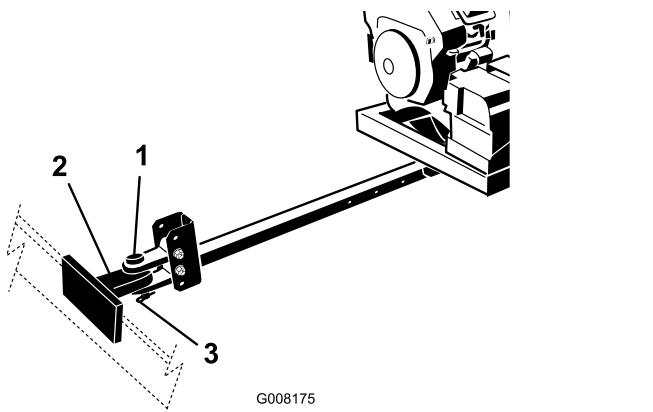

Figure 6
- Accouplez la chape d'attelage du souffleur à l'attelage du véhicule tracteur à l'aide de la goupille d'attelage et de la goupille de sécurité (Figure 6).